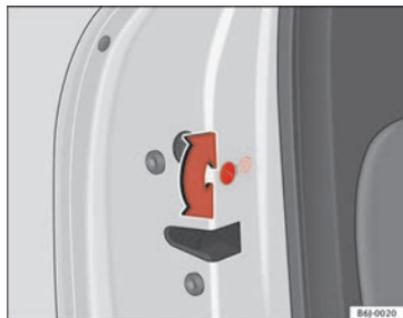

Fig. 42 Seguro para niños de la puerta izquierda
- Con la puerta abierta, gire la ranura con la llave del vehículo en sentido anti-horario para puertas izquierdas ⇒ fig. 42 y horario para las puertas derechas.
- Con la puerta abierta, gire la ranura con la llave del vehículo en sentido anti-horario para puertas derechas y horario para las puertas izquierdas ⇒ fig. 42.